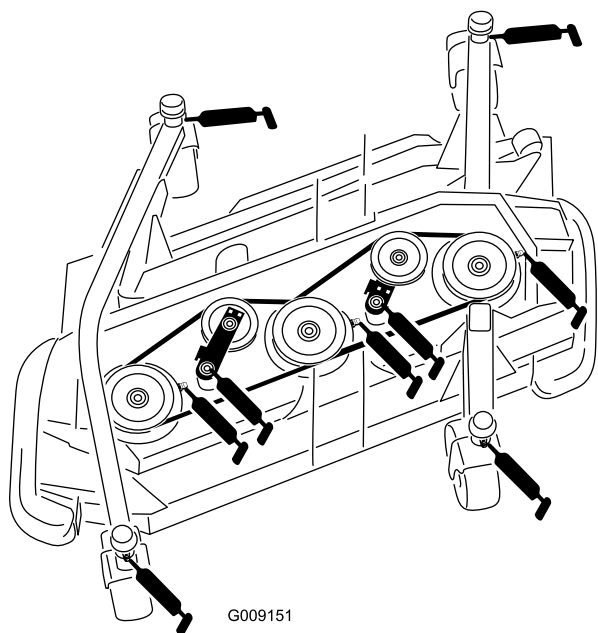

Figura 85
- 4 bocche dell'albero della forcella della ruota orientabile (Figura 85)
- 3 cuscinetti dell'albero del fusello (situati sull'alloggiamento del fusello) come illustrato nella Figura 85
articolazione del tendicinghia) come illustrato nella Figura 85